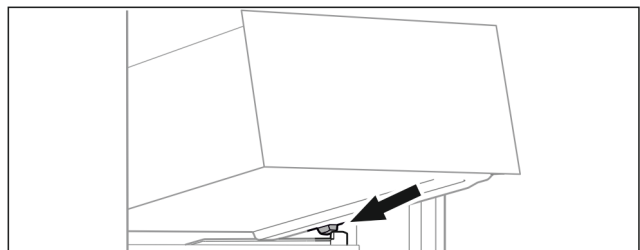

Fig. 74
- Placer le tiroir, en l'inclinant, derrière les butées sur la nervure de récipient. (voir Fig. 74)